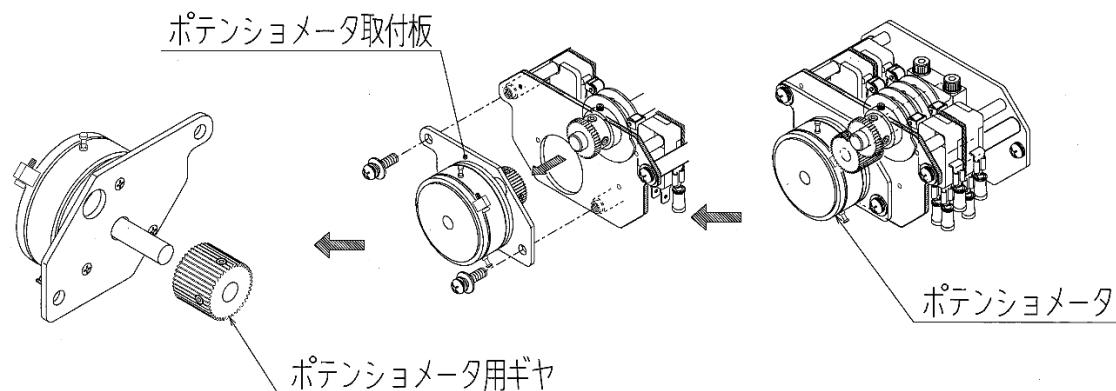
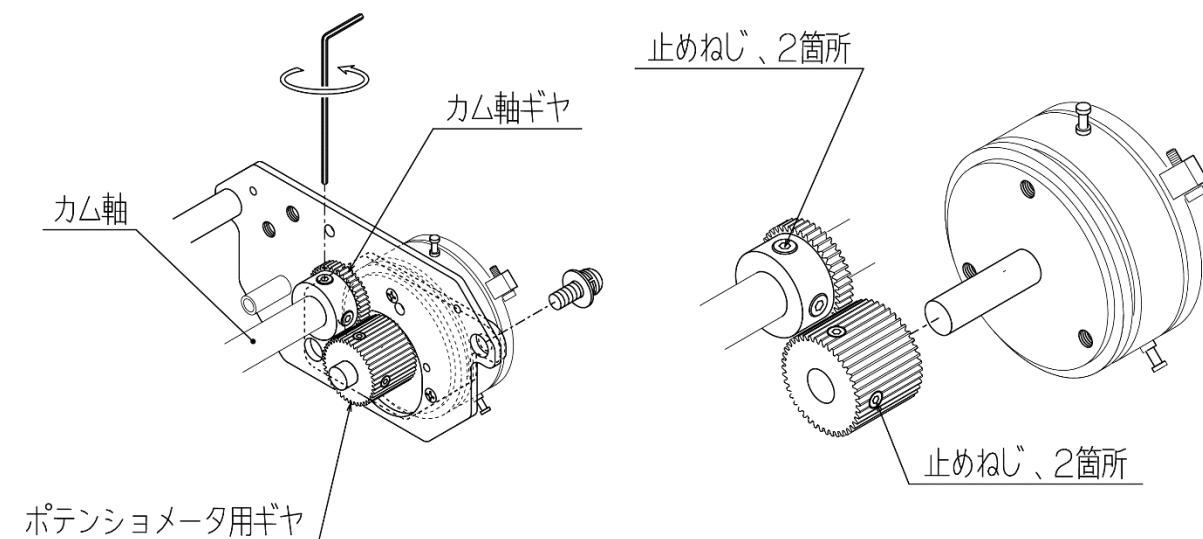

図10：ポテンショメータの取り外し
図11：ポテンショメータの調整
- ⑤ RM端子に（+）、WM端子に（-）をテスタ（電圧レンジ）にてて、電圧値を測定、記録します。
- ⑥ ポテンショメータ本体の3端子に接続されているリード線色と端子番号を記録します。
- ⑦ ポテンショメータの端子付近からリード線を切断します。
- ⑧ ポテンショメータ取付板を取り外します。（図10参照）
- ⑨ ポテンショメータに付いているギヤを外し、ポテンショメータを取付板から取り外します。
- ⑩ 新しいポテンショメータを取付板に取付け、⑨で取り外したギヤをポテンショメータ軸に取付けます。（図11参照）
- ⑥RM端子に（+）、WM端子に（-）をテスタ（電圧レンジ）にてて、電圧値を測定しながらカム軸ギヤを指で回し、電圧値が約50mVとなる位置でカム軸ギヤの止めねじを仮固定します。（図11参照）